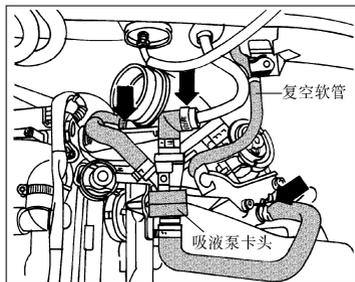

图 2-15 拔下通向活性炭罐阀的真空软管
- 34) 按下通向活性炭罐阀的真空软管(图 2-15)。
- 35) 按下软管(如图 2-15 箭头所示)。
- 36) 松开冷却液管上的吸液泵卡头(图 2-15),并将吸液泵及软管一同拆下。